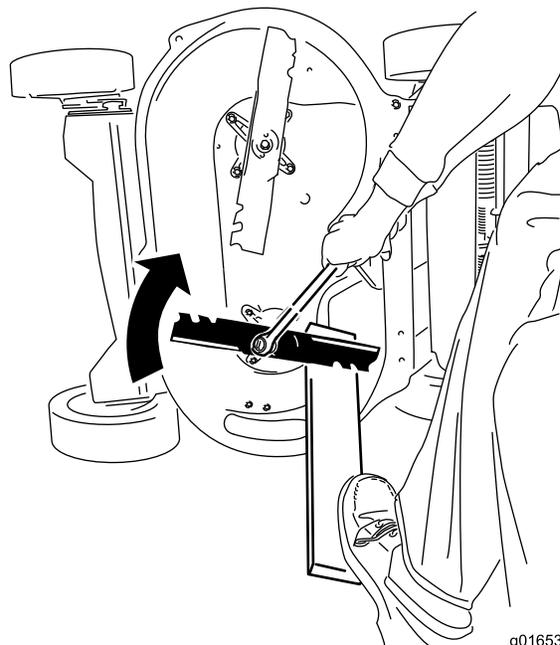

Figura 40
- Inmovilice cada cuchilla con una tabla de madera, y gire el perno de la cuchilla en sentido horario con una llave dinamométrica, según se muestra en Figura 40; apriete el perno de cada cuchilla a 82 N·m.